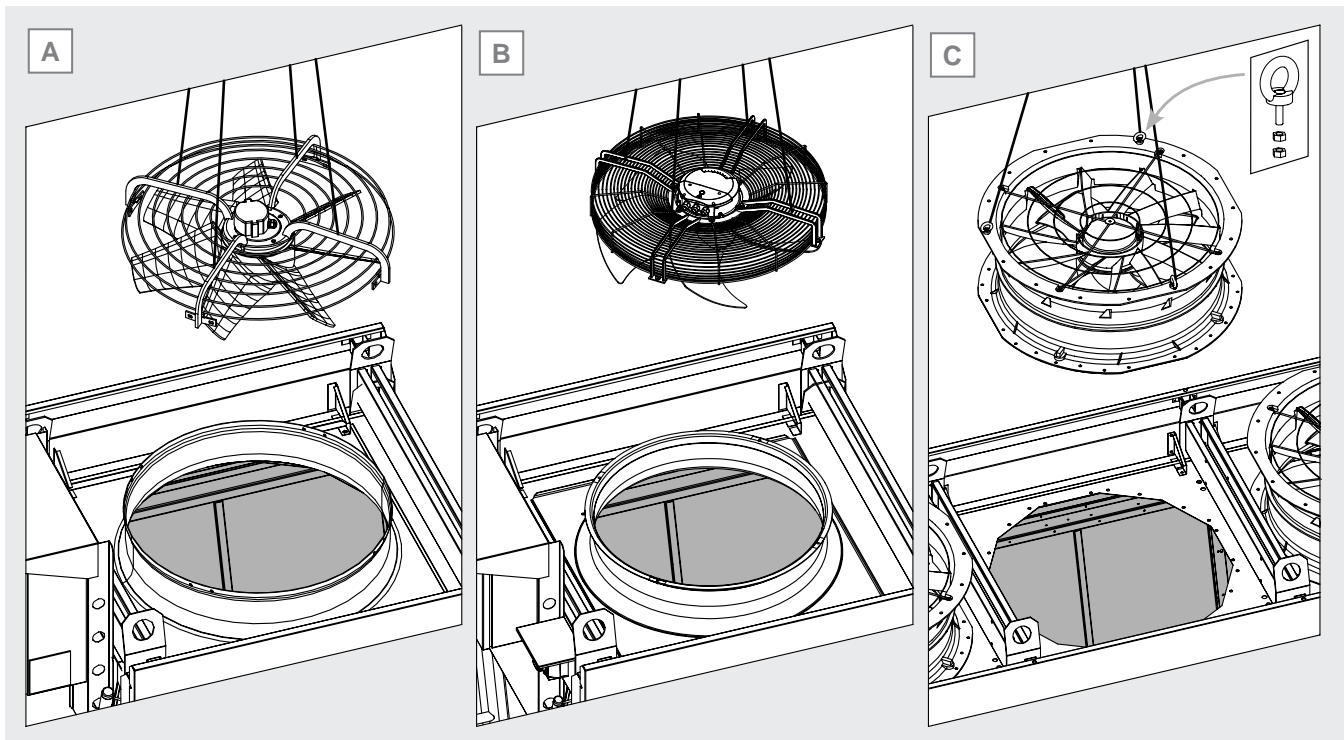

Figura 37
- motoventilatore ad attacco radiale e planare: fissare ganci o fasce di sollevamento ai bracci della griglia del motoventilatore. Si veda la Figura 37 A e B.
- motoventilatore con bocchaglio integrato: fissare min. 3 golfari di sollevamento con dado e controdado alla flangia superiore del motoventilatore. I golfari devono essere equamente distribuiti (es. a 120° se n. 3 golfari). Fissare ganci o fasce ai golfari di sollevamento. Si veda la Figura 37 C.